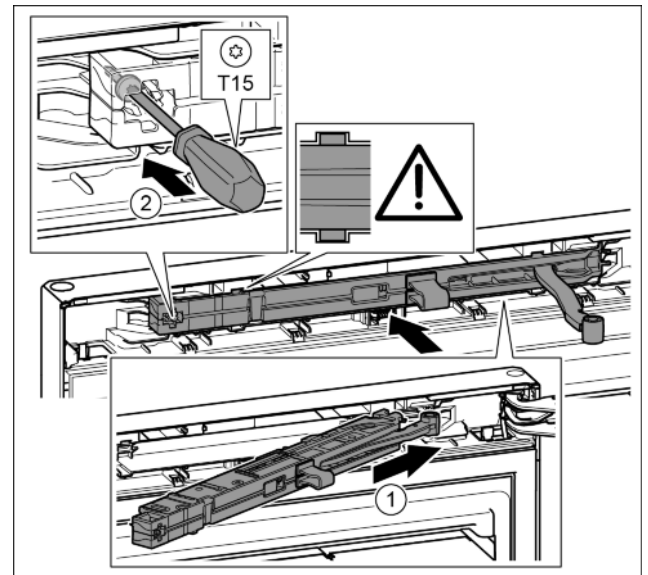

Fig. 22
- ▶ Schließdämpfereinheit auf der Lagerbockseite bis zum Anschlag schräg in die Aussparung einschieben. Fig. 22 (1)
- ▶ Schraube mit einem Schraubendreher T15 festschrauben. Fig. 22 (2)